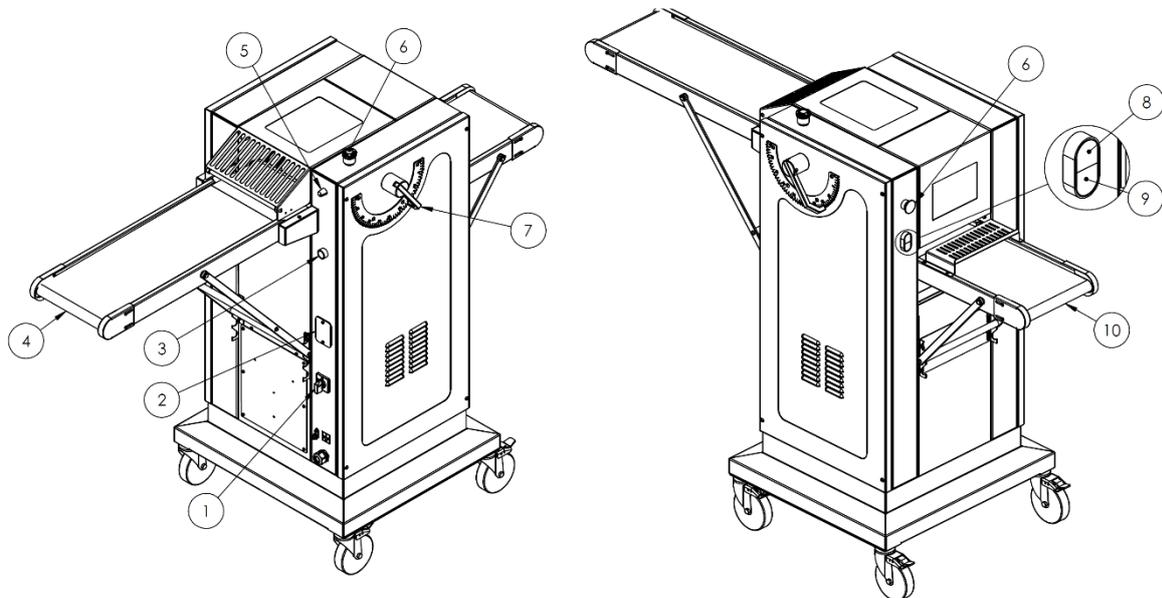

Figura 1
2. Ajuste a espessura da embira na alavanca de regulagem (Item 7, figura 1) situada na lateral da máquina. O ajuste correto da espessura determinará o peso do pão. Visualize a marcação da espessura no guia de ajuste localizado na lateral esquerda da máquina;
3. Ligue a chave geral do equipamento (Item 1, figura 1);
5. Pressione o botão de rearme (Item 3, figura 1);
6. Para ligar a máquina, pressione o botão liga (Item 8, figura 1);
7. Para desligar a máquina, pressione o botão desliga (Item 9, figura 1);
9. Com a chave de ajuste de velocidade (Item 5, figura 1), ajuste a velocidade de corte da massa, acompanhando no visor do inversor.